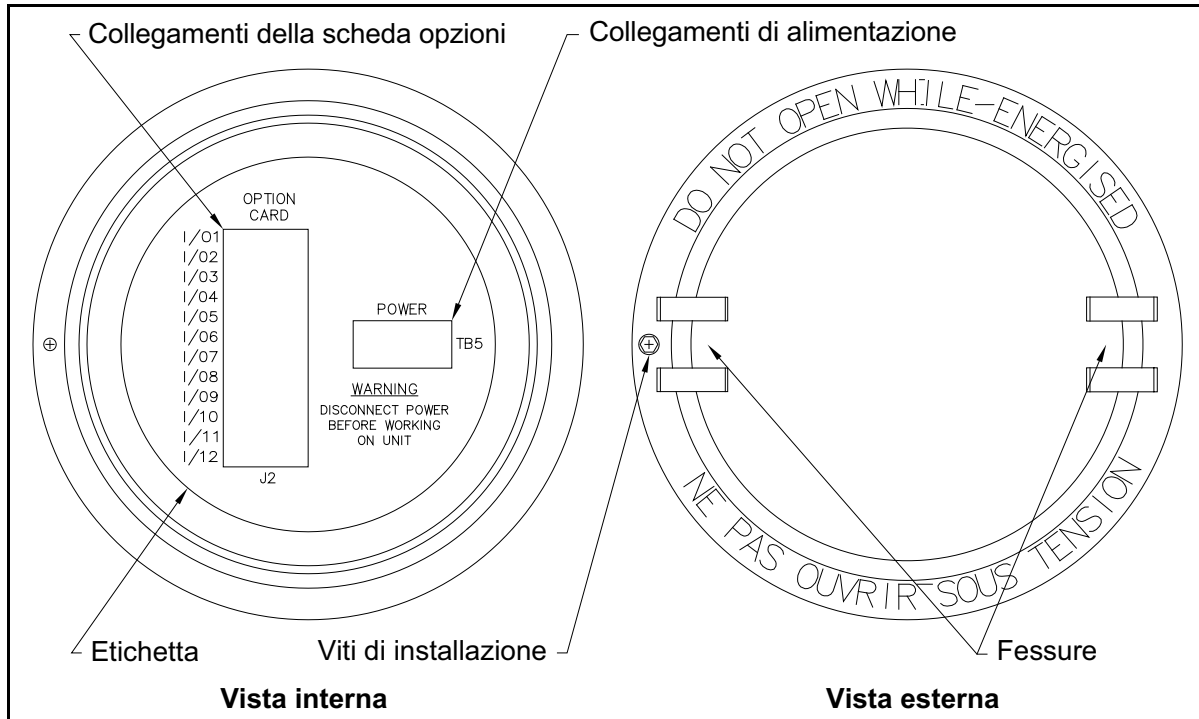

Figura 3: Coperchio posteriore con etichette di connessione
Vedere la *Figura 3 a pagina 6* alla pagina successiva e predisporre il modello XMT868i per il cablaggio attenendosi alla seguente procedura:
3. Individuare la morsettiera a 12 pin (**J2**) nella Figura 10 a pagina 23 e cablare la scheda opzioni nel modo indicato dall'etichetta posta all'interno del coperchio posteriore (vedere la *Figura 3 a pagina 6* e la *Figura 11 a pagina 24*). Serrare il morsetto per cavi.